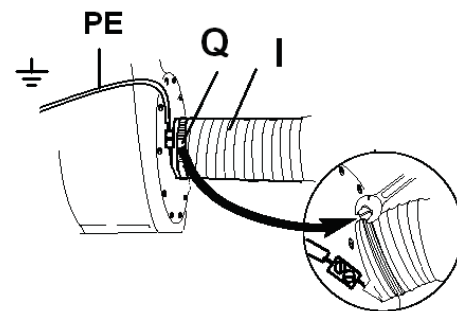

Рис. 4
- Приєднайте стальний дріт шлангу до жовто-зеленого дроту заземлення (PE, Рис.4). Це забезпечить захист від статичної електрики.
- Запуск та зупинка обладнання здійснюється магнітним вимикачем (F).